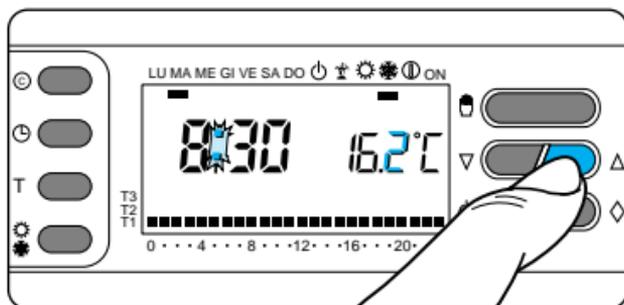

Fig. 37
6.4 - Impostare il valore di temperatura desiderato per T1 agendo sul pulsante ∇ oppure Δ (fig.37).